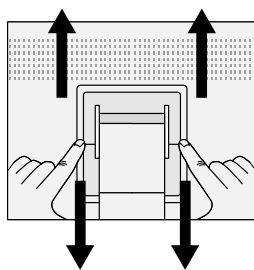

Figure S.2
3. Appuyez sur la partie “▼” avec votre index et faites glisser simultanément le couvercle inférieur du support (**Figure S.2**).